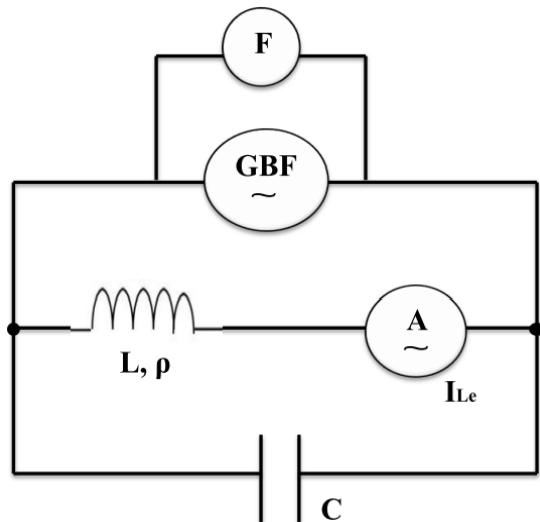

Figure 27. Schéma du montage utilisé pour la mesure de  $I_{Le}$  ( $f=f_0$ ).
d) Régler la fréquence du GBF à la valeur  $f=f_0$ . Réaliser successivement les montages des figures 27 et 28.